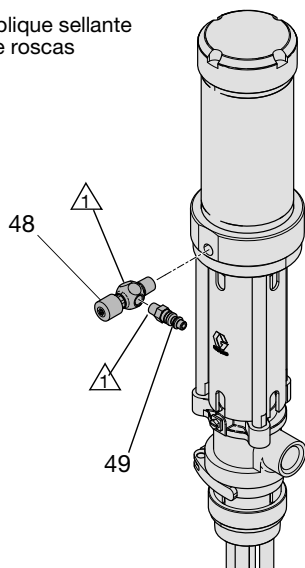

FIG. 4
1. Aplique sellante de roscas a las roscas macho de la válvula de aguja neumática (48) y al accesorio de desconexión rápida (49) y haga el montaje. Consulte la FIG. 4